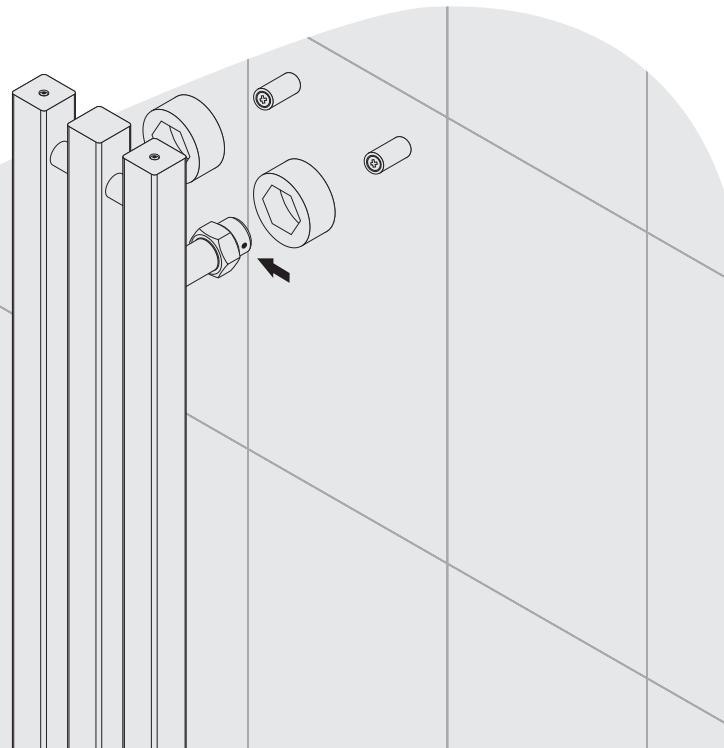

Рис.6
6.9. Одновременно с подключением водяной части установите полотенцесушитель на опоры, используя декоративные отражатели (рис. 6).
6.10. Отрегулируйте расстояние от стены и зафиксируйте стопорные винты, расположенные в корпусе вставок $3/4"$ при помощи шестигранного ключа №2,5 (рис. 6).